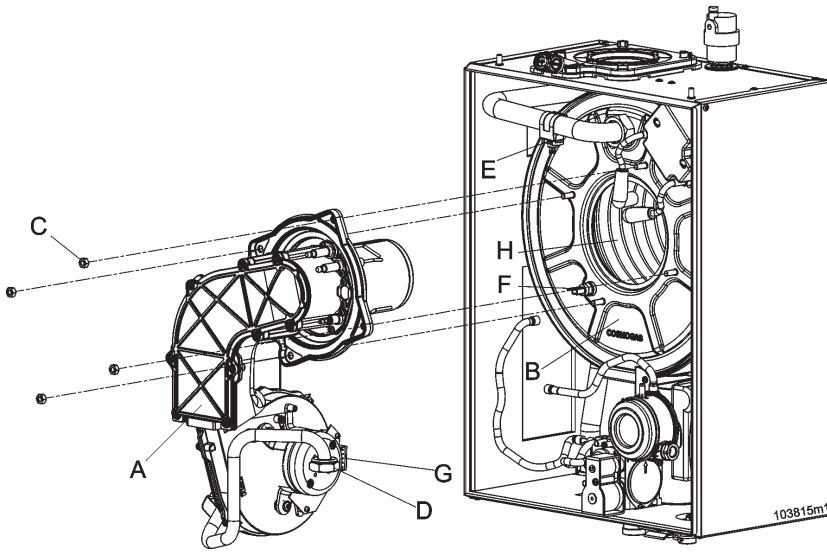

Figura 44 - Smontaggio gruppo ventilatore-bruciatore
- ripristinare il livello di liquido all'interno del sifone versando 100 cm³ di acqua (un bicchiere) dallo scarico dei fumi oppure dall'apertura "H" di figura 44.
- svitare il dado "D" di figura 44;
- scollegare il cavo dal sensore di sicurezza "F" di figura 44;
- svitare i quattro dadi "C" di figura 44;
- estrarre tutto il gruppo ventilatore e bruciatore, particolare "A" di figura 44;
- Passare una spazzola cilindrica, a setole di plastica, all'interno della camera di combustione (particolare "H" di figura 44);
- facendo uso di un aspiratore, aspirare i residui incombusti dalla camera di combustione (particolare "H" di figura 44);